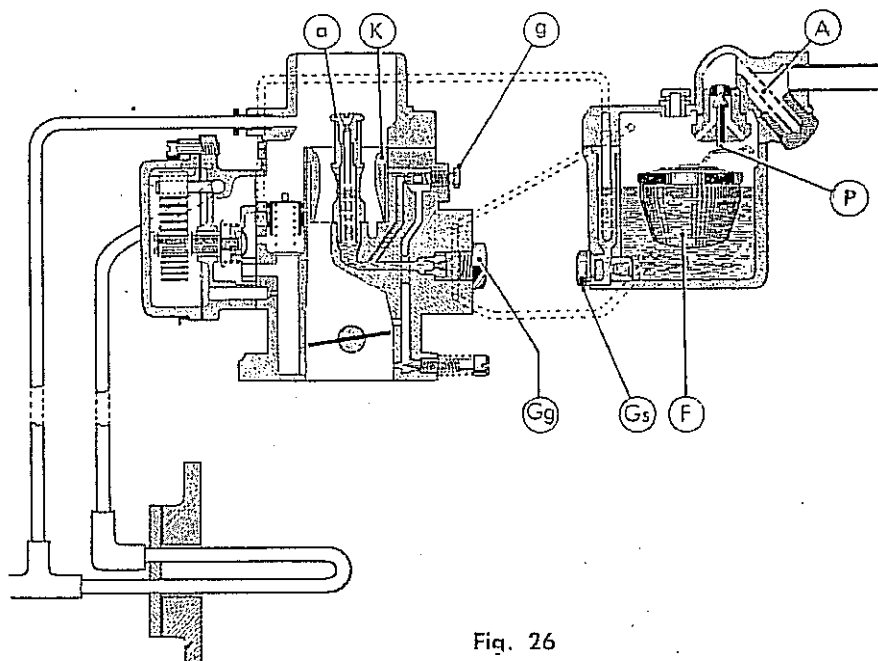

Fig. 26
2) Los carburadores SOLEX 28 IBT, e IDT, poseen en la tapa superior un filtro de malla metálica ("A", Fig. 26 y 27). Sacarlo y limpiarlo cuidadosamente con nafta limpia, quitar luego cualquier impureza sopleteándolo con aire comprimido.